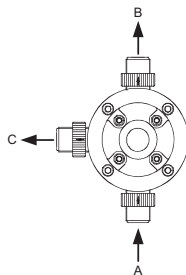

Рис. 24 Соединения встроенного предохранительного клапана
1. Подсоедините всасывающую линию к всасывающему клапану (A) (см. рис. 24).
2. Подсоедините нагнетательную линию к нагнетательному клапану (B).
3. Подсоедините линию перелива к предохранительному клапану (C) для подачи среды самотеком в резервуар или в подходящую емкость.